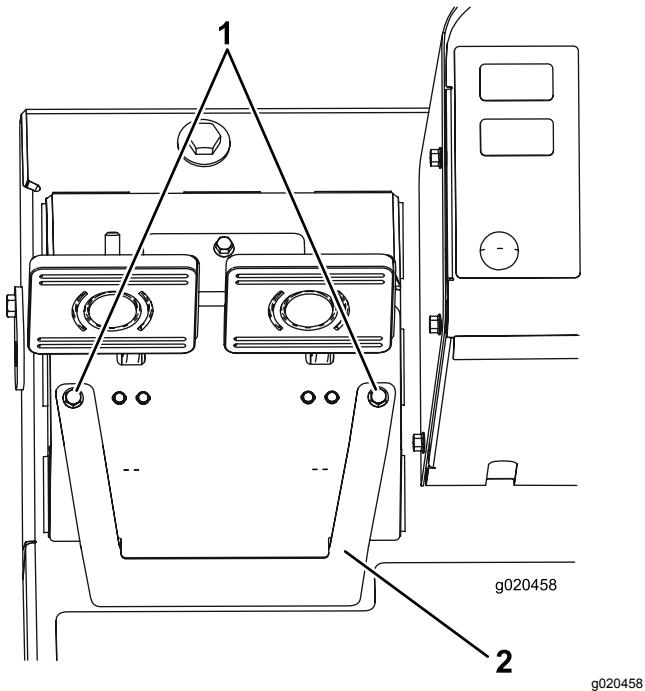

Figura 94
- Afloje los 2 tornillos de montaje y retire la tapa de ajuste de los frenos (Figura 94).